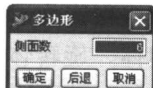

图 1-19
(3) 选择【插入】→【曲线】→【多边形】命令，或从【曲线】工具条中单击按钮，进入多边形绘制方式，如图 1-19 所示。在【多边形】对话框内输入【侧面数】为 6，单击按钮。在【生成方式】对话框中选择外切圆半径，在随后弹出的对话框内输入多边形的参数，【圆半径】为 67.5，【方向角度】为 60，单击按钮，如图 1-20 所示。